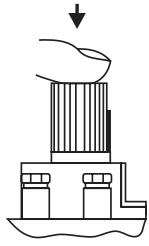

Рис. 8.
- 7.1. Установка ручки управления в требуемое положение производится путем легкого нажатия и поворот в нужное положение (рис. 8).